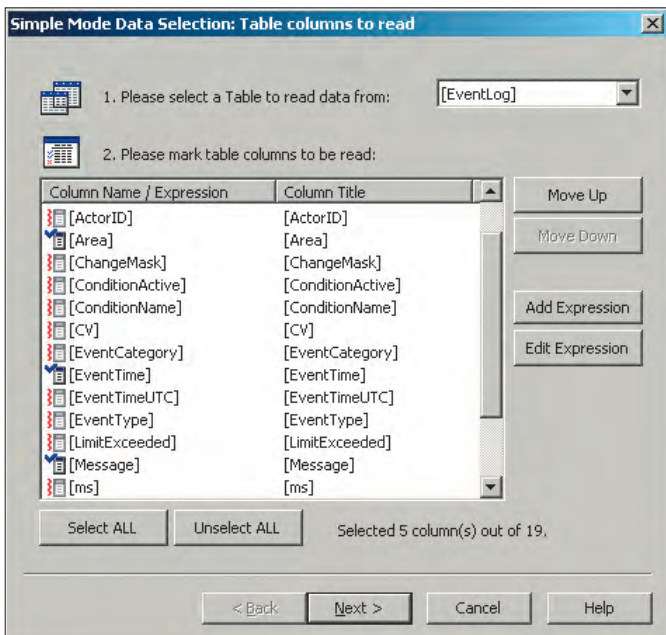

Рис. 17. Выбор таблицы и столбцов
6. После нажатия кнопки **Data Selection** на экран будет выведено окно, показанное на рис. 17. Установите **EventLog** в качестве имени таблицы. В нижнем окне отобразится список столбцов этой таблицы. Отметьте столбцы **Area**, **EventTime**, **Message**, **Severity**, **Tag** и нажмите кнопку **Next**.